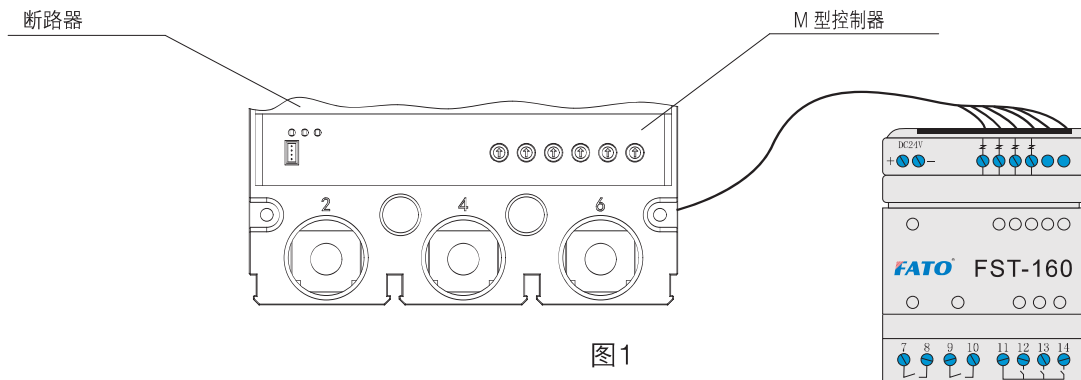

图1
- 可选功能：预报警、脱扣报警、接地报警(四极断路器)等光隔信号输出。这时需采用FST160型控制模块。连接方式见图1。
断路器与FST-160型控制模块连接方式(见图1)